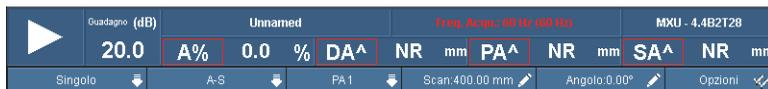

Figura 2-6 I parametri di acquisizione
1. Per avviare o sospendere l'acquisizione, toccare il pulsante Play/Pause (vedere Figura 2-6 a pagina 60 sulla sinistra).